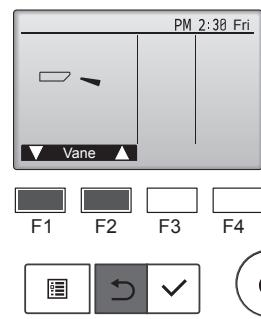

Fig. 8-4
- Kanal çalışma ekranını görüntülemek için [SEÇİM] düğmesine basın ve otomatik kanadı kontrol etmek için [F1] ve [F2] düğmelerine basın. (Fig. 8-4)